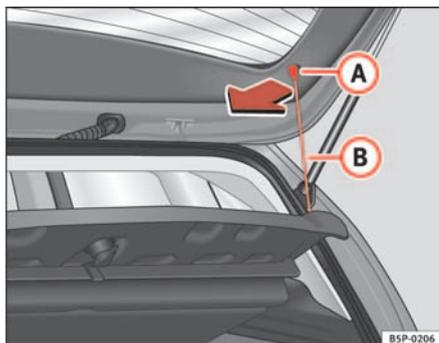

Fig. 119 Bandeja portaobjetos
- Desenganche los tirantes ⇒ fig. 119 **B** de los alojamientos **A**